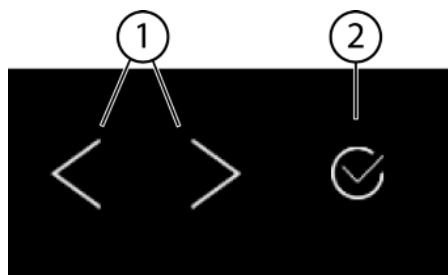
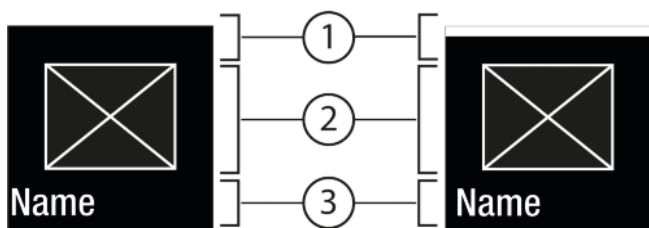
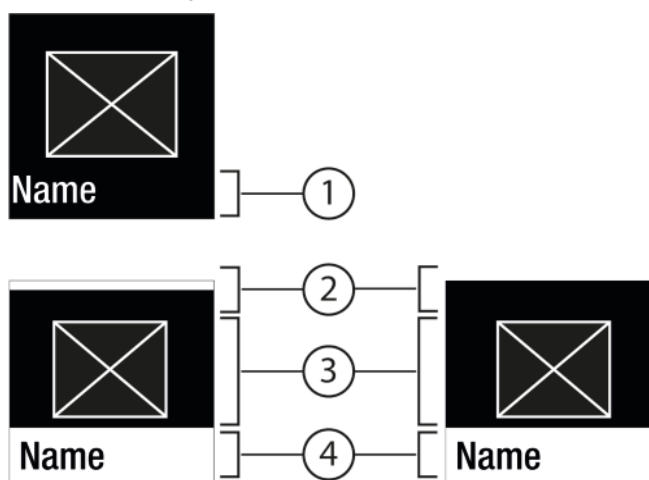

Fig. 5
Fig. 6
Fig. 7
- (1) Navigacijska puščica levo/desno (2) Potrdite
Navigacijska puščica levo/desno Fig. 5 (1):
Potrdite Fig. 5 (2):
- Premaknite se z navigacijsko puščico levo/desno Fig. 5 (1).
- S tipko za potrditev Fig. 5 (2) lahko funkcijo/nastavitev aktivirate Fig. 6 (1)/deaktivirate Fig. 6 (1).
- S tipko za potrditev Fig. 5 (2) priključite podmeni Fig. 7 (4).
- Nastavitev nove vrednosti: S tipko za potrditev Fig. 5 (2) izberite deaktivirano vrednost Fig. 6 (1).
- Nazaj v meni: S tipko za potrditev Fig. 5 (2) izberite že aktivirano vrednost Fig. 6 (2).
- ▶ Pritisčajte navigacijske puščice Fig. 5 (1) toliko časa, da se prikaže .
- ▶ Potrdite Fig. 5 (2) s tipko.
- ▶ Večkrat zapored pritisnite navigacijske puščice Fig. 5 (1), dokler se ne prikaže funkcija.
- ▶ Z navigacijskimi puščicami Fig. 5 (1) izberite vrednost, ki jo želite nastaviti.
- ▷ Stanje: aktivirano Fig. 6 (1) se na kratko pokaže v podmeniju Fig. 7 (4).
- ▶ Večkrat zapored pritisnite navigacijske puščice *Fig. 5 (1)*, dokler se ne prikažejo nastavitve .
- ▶ Potrdite *Fig. 5 (2)* s tipko.
- ▶ Večkrat zapored pritisnite navigacijske puščice *Fig. 5 (1)*, dokler se ne prikaže zelena nastavitvev.
- ▶ Tipko za potrditev *Fig. 5 (2)* pridržite za 3 sekunde.